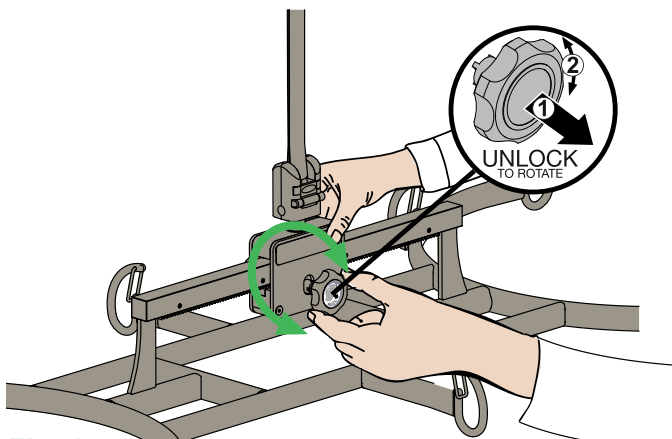

Fig. 17
2. Gire el botón. Vea la fig. 17